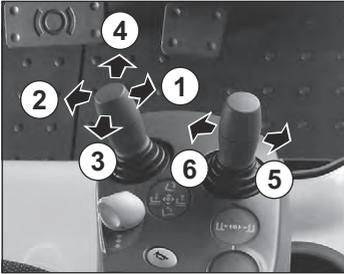

Fig. 41 Doble joysticks\*
- Doble joysticks\* (véase la fig. 41)